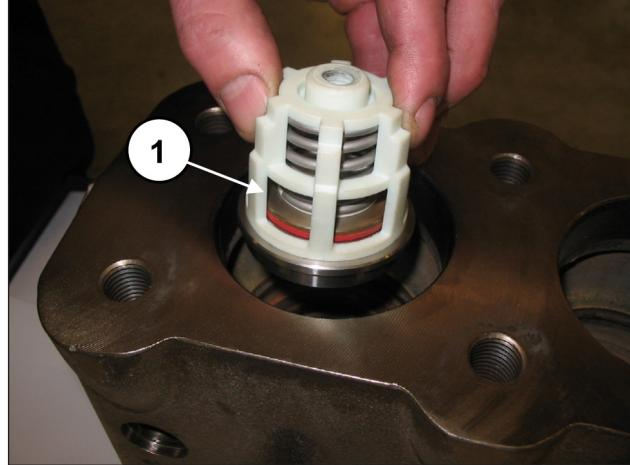
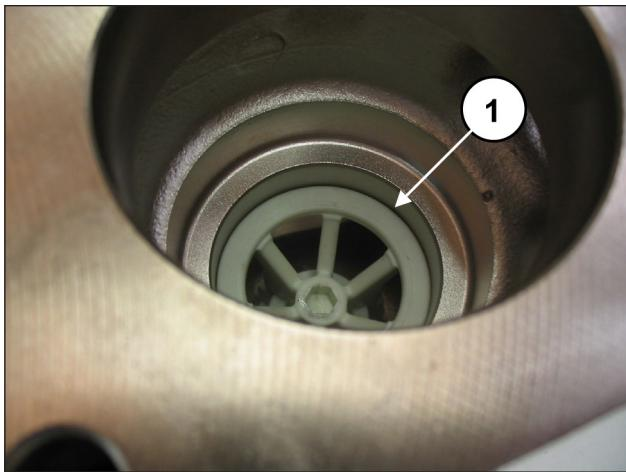

图 121
图 122
插入吸入阀组(位置①，图 121) 接着拆除定距块(位置①，图 122)。
整个阀组必须完全插入到底，并应如 ①，图 122 所示。